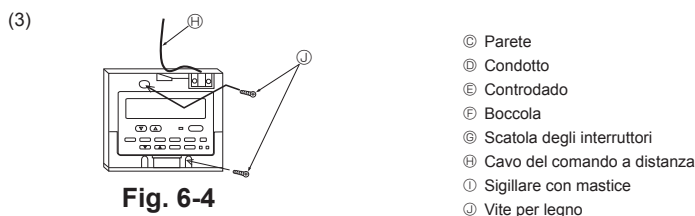

Fig. 6-4
(3) In caso di installazione sulla parete (Fig. 6-4)